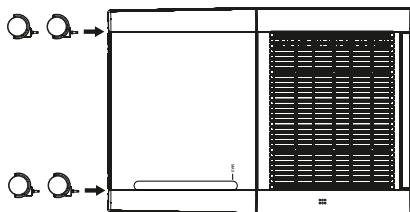

Fig. 1
- ◆ Împingeți roțile  în cele patru orificii aflate în partea de jos a aparatului până sunt fixate (a se vedea fig. 1).